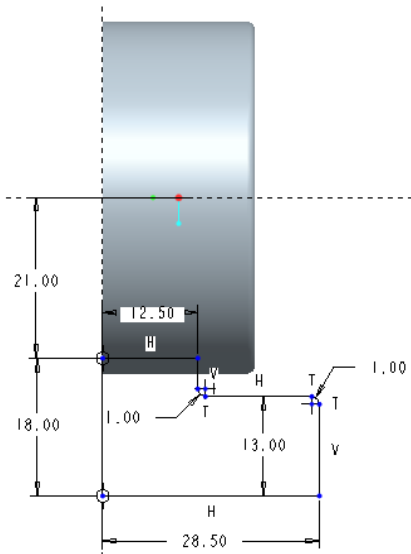
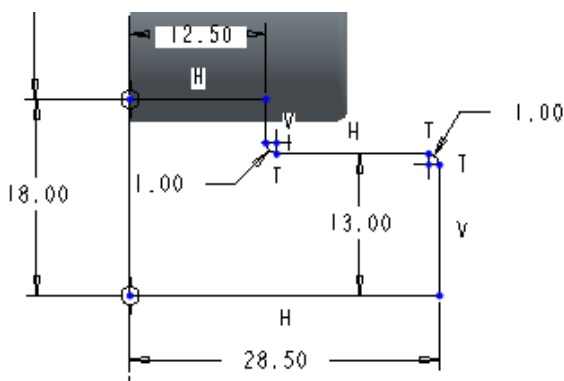

図 6-68 台座部の形状定義
図 6-69 台座部の拡大図
- 台座部の左半分の形状を図 6-68 (図 6-69 は寸法記入部の拡大表示である) のように定義する。